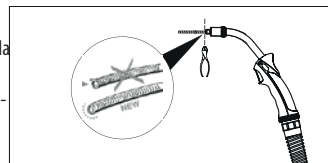

Figura 10: Cortar O Stick Out Da Bicha E Montar A Tocha De Novo
- Volte a montar o adaptador, a peça de contacto e o bico, com a ajuda das ferramentas adequadas (Figura 10).